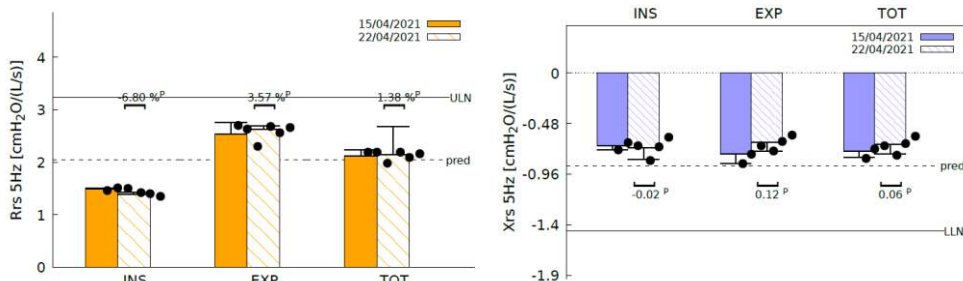
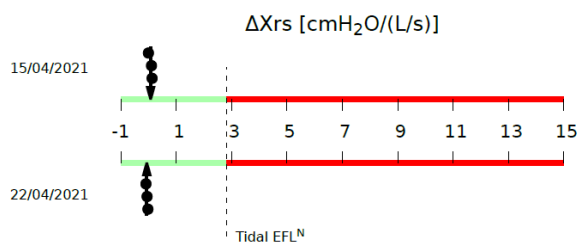
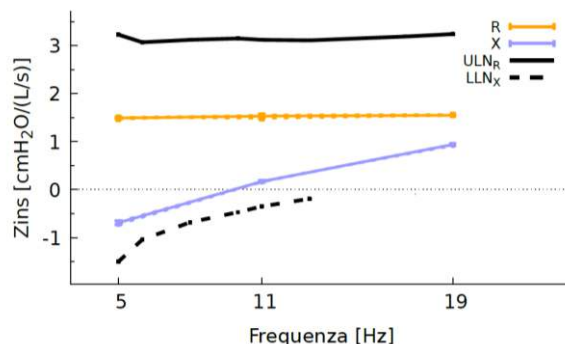

Figura 77 - Barras de resistencia y reactancia
Figura 78 - Limitación de flujo espiratorio (EFL) durante la respiración total
Figura 79 - Espectros de resistencia y reactancia inspiratoria
Consulte la Figura 77.
- Las barras del gráfico de la izquierda de la Figura 77 representan la media y la desviación estándar de la resistencia inspiratoria (INSP), espiratoria (EXP) y total (TOT) calculada a partir de las mediciones individuales seleccionadas dentro de una sesión de medición (consulte el apartado *Sesión de medición*).
- Si ha utilizado una forma onda de estímulo a 5 Hz, aparecerá un gráfico adicional en la parte inferior de la página (Figura 78). Este gráfico muestra en forma de flecha la desviación media y estándar de ΔXrs calculada a partir de todas las mediciones de la sesión. Los puntos negros representan la media ΔXrs de los resultados de las mediciones individuales. ΔXrs es la diferencia entre la reactancia inspiratoria media y la espiratoria media, y es un índice de la limitación de flujo espiratorio (EFL) durante la respiración total (Dellacà et al., ERJ, 2004). Se usa un umbral de 2,81 cmH₂O/(L/s) para clasificar a un paciente en una respiración limitada por flujo o no limitada por flujo (Dellacà et al., ERJ, 2004). Si esa flecha se muestra en la zona verde del gráfico, el paciente no ha sufrido limitación de flujo durante la respiración total. Una flecha en la parte roja del gráfico indica la presencia de *EFL*.
Además de los gráficos indicados cuando se utiliza una forma de onda de estímulo monofrecuencia (Figura 77 y Figura 78) donde los datos son la resistencia y la reactancia a 5 Hz), se incorpora un nuevo gráfico con valores de resistencia inspiratoria (línea continua naranja) y reactancia inspiratoria (línea continua azul) en las frecuencias de la forma de onda de estímulo en la parte inferior de la página (Figura 79). *Los valores que se muestran pueden referirse a la inspiración, espiración o respiración completa dependiendo de lo que haya seleccionado en la pantalla de resultados antes de la exportación (consulte también el apartado Sesión de medición).* El ajuste predeterminado es la inspiración.